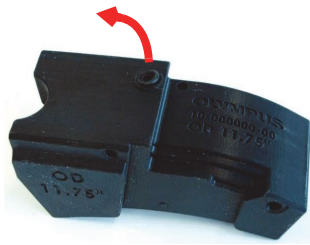

图 5-5 更换水连接装置上的O型环密封装置
1. 使用适当的工具，如：小平头螺丝刀，小心地提起并取下旧的O型环密封装置，这样不会损坏安装表面（参见第50页的图 5-5）。